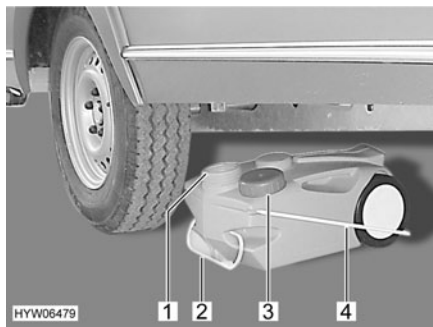

Fig. 142 Depósito de aguas residuales, con ruedas
- Cerrar la abertura del depósito de aguas residuales (Fig. 142,1) con la tapa (Fig. 142,3).
- Extraer el depósito de aguas residuales por el tirador (Fig. 142,2).
- Abatir hacia arriba el tirador (Fig. 142,4) y colocar el depósito de aguas residuales.